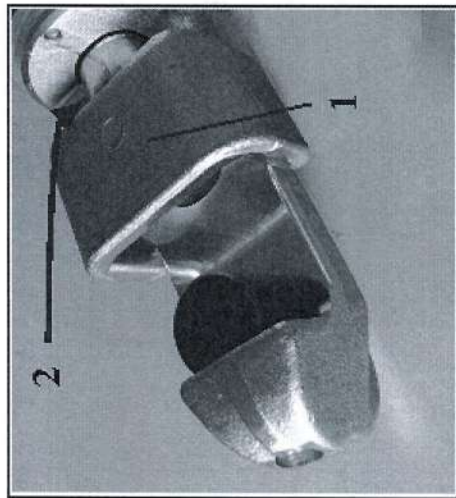

Fig. 9
- svitare la vite di serraggio indicata in fig. 9 (rif. 2);
- Sostituire la matrice scorrevole (rif. 1 in fig. 9);